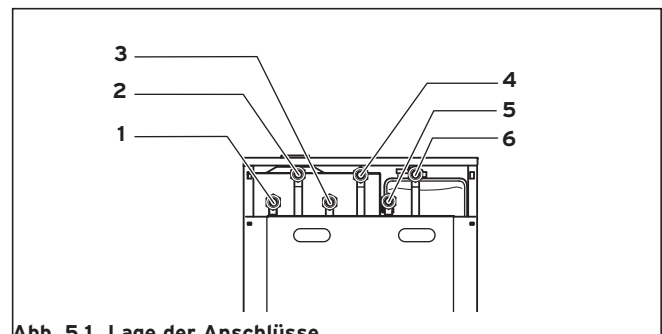

Abb. 5.1 Lage der Anschlüsse
- Schließen Sie den Heizungsvorlauf am Heizungsvorlauf-Anschluss **(5)** an, siehe Abbildung 5.1.
- Schließen Sie den Heizungsrücklauf am Heizungsrücklauf-Anschluss **(6)** an, siehe Abbildung 5.1.
- Schließen Sie den Warmwasseranschluss (WW) **(4)** an, siehe Abbildung 5.1.
- Schließen Sie den Kaltwasseranschluss (KW) **(3)** mit den entsprechenden Sicherheitseinrichtungen an, siehe Abbildung 5.1.
Gegebenenfalls kann am Anschluss **(1)** eine Zirkulationsleitung angeschlossen werden, siehe Abbildung 5.1.